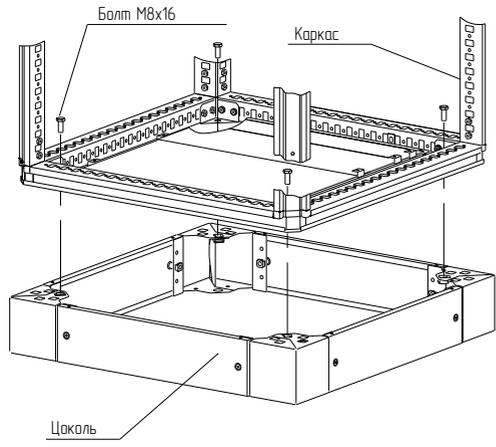

Рисунок 8
4.3.5 Установить каркас на цоколь и закрепите четырьмя болтами M8×16 (рисунок 8). Момент затяжки – 10 Н·м.